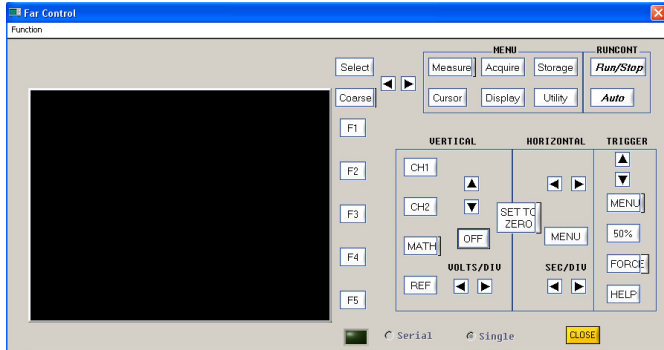

Рисунок 2-7
**b) Remote control** (дистанционное управление): вы можете управлять осциллографом дистанционно, используя программу управления. В режиме дистанционного управления на экране компьютера отображается виртуальная панель управления осциллографом, в целом соответствующая передней панели осциллографа (рис. 2-7).